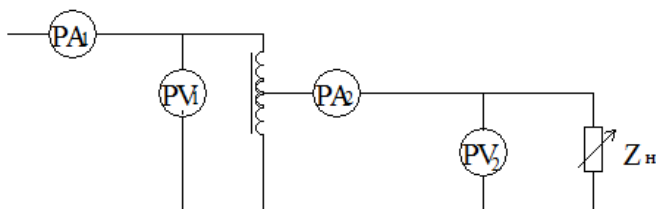

Рис. 4 Схема для испытания автотрансформатора
- Выполнить опыт холостого хода и короткого замыкания с использованием схемы, представленной на рис. 4 и определить пределы регулирования по напряжению и току.